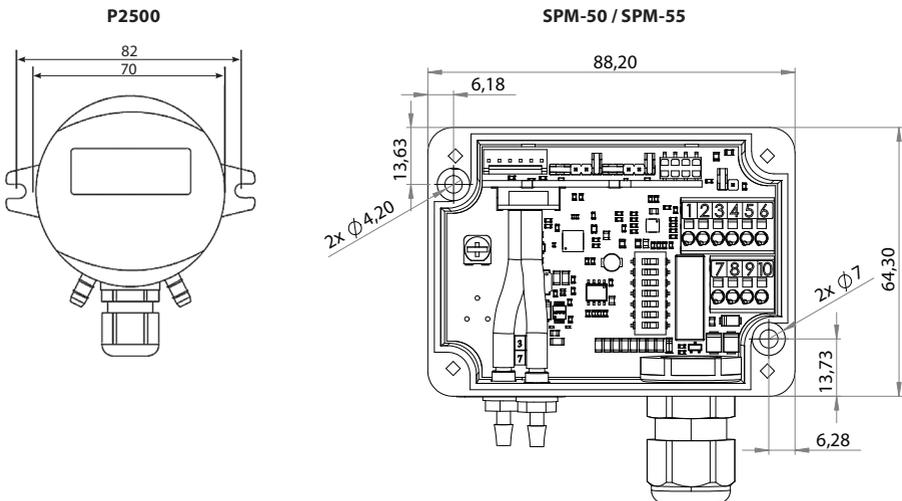

Fig. 1. Dimensions du capteur de pression
- le capteur est vissé directement sur le conduit (voir Fig.1).